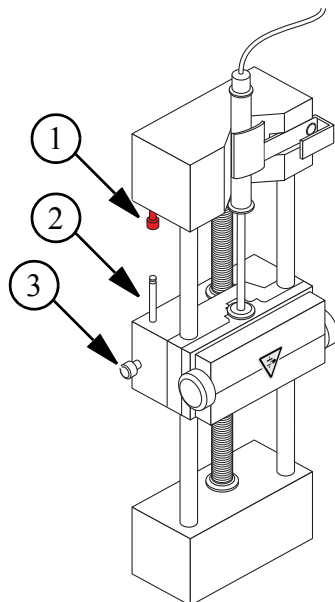

Figura 1-5 Fine corsa di sicurezza
2. Regolare il perno (Figura 1-5) in modo che possa azionare il fine corsa automatico della siringa prima che lo stantuffo colpisca il fondo della siringa in vetro.